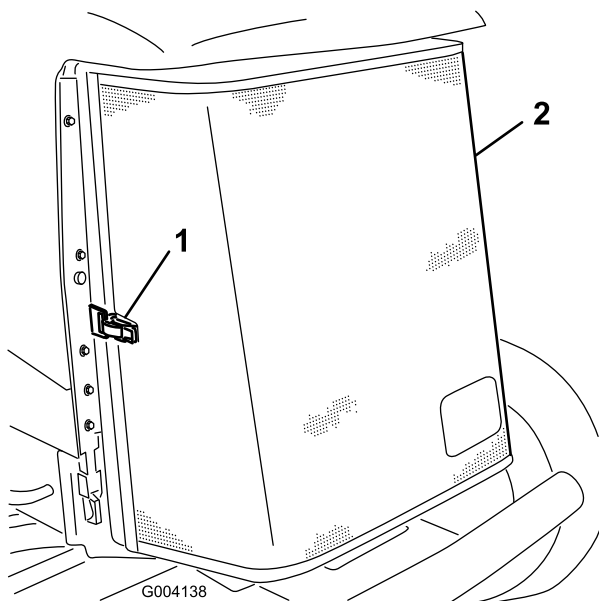

Bild 59
3. Entriegeln Sie den Riegel und drehen Sie das hintere Gitter auf (Bild 59).